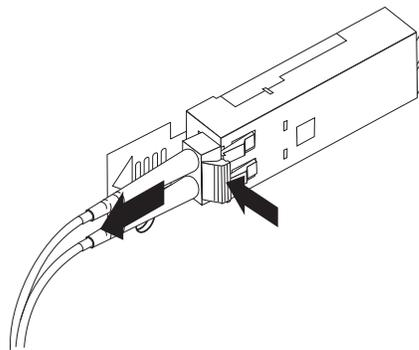

図 34. LC-LC ファイバー・チャンネル・ケーブルの取り外し
2. 図 34 に示すように、ケーブルのレバーを押し下げるときは、コネクタを慎重に引っ張って、SFP モジュールからケーブルを取り外します。